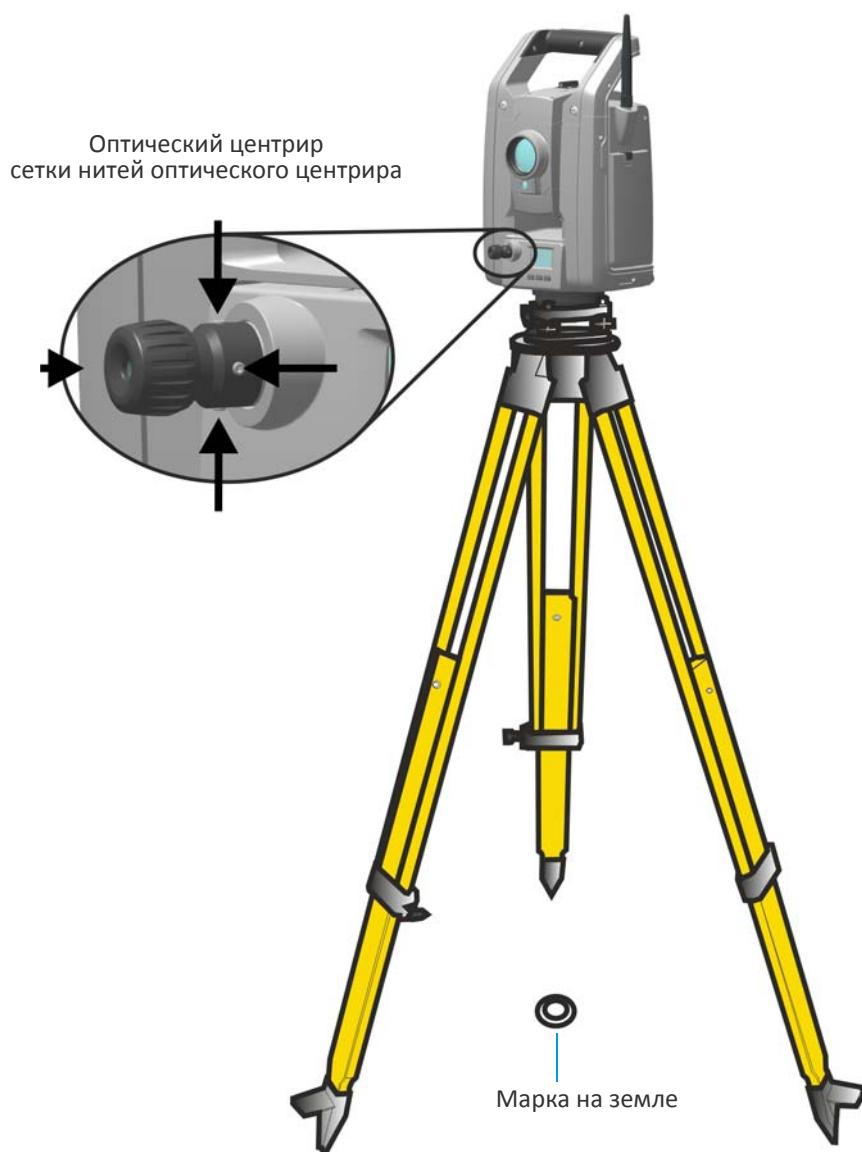

Рисунок 3.11 Юстировка оптического центрира
1. Установите инструмент и выставьте его по уровню его над маркой на земле так, чтобы высота штатива составляла 1,5 м ($\pm 0,1$ м), Рисунок 3.11.